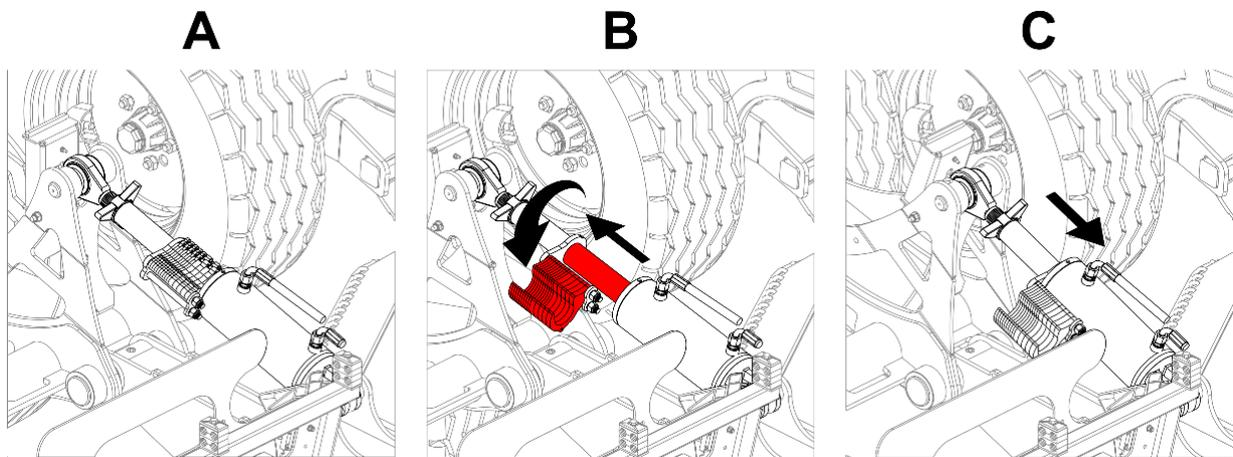

Abbildung 4.6
- 4.4.2.2 Stellen Sie sicher, dass die Hydraulikschläuche ordnungsgemäß angeschlossen sind, setzen Sie sich auf den Fahrersitz der Zugmaschine und verwenden Sie die Hydrauliksteuerhebel/-knöpfe, um die Hubzylinder der Achsen der Mittel- und Seitenmähwerke vollständig mit Öl zu füllen und heben Sie die Maschine an, um einen Freiraum zwischen dem Ende des Hubzylinders und dem Distanzstück zu schaffen, siehe Abbildung 4.6 (B).
- 4.4.2.3 Schalten Sie den Motor aus und stellen Sie sicher, dass die Feststellbremse der Zugmaschine aktiviert ist. Verlassen Sie den Fahrersitz und entfernen Sie alle die Distanzstücke von den beiden Hubzylindern der Achse des Mittelmähwerks, siehe Abbildung 4.6 (B).
- 4.4.2.9 Heben Sie die Maschine vollständig an. **Schalten Sie den Motor aus und stellen Sie sicher, dass die Feststellbremse der Zugmaschine angezogen ist. Verlassen Sie den Fahrersitz und montieren Sie alle 15 Distanzstücke in die beiden Hubzylinder der Mittelachse, siehe Abbildung 4.6 (A).**